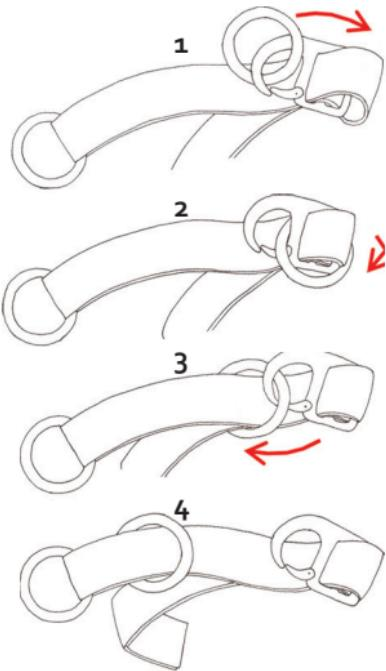

Fig. 11
- Procedere come raffigurato in Fig. 11, 1–4.